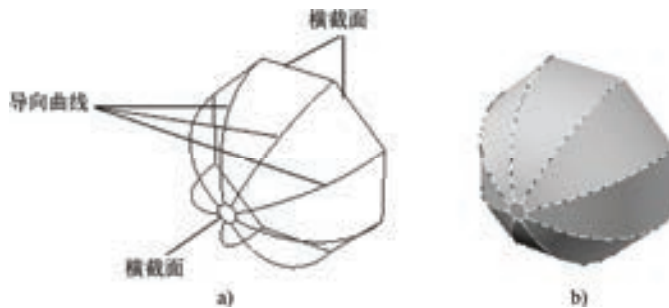

图 9-60 放样示例 1
- “导向 (G)”：该选项主要用于指定控制放样实体或曲面形状的导向曲线。所述的导向曲线是直线或曲线，可以通过将其他线框信息添加至对象来进一步定义实体或曲面的形状。可以使用导向曲线来控制点如何匹配相应的横截面以防止出现不希望看到的效果（例如结果实体或曲面中的褶皱）。可以为放样曲面或实体选择任意数量的导向曲线。以导向曲线连接横截面的放样实例如图 9-60 所示。